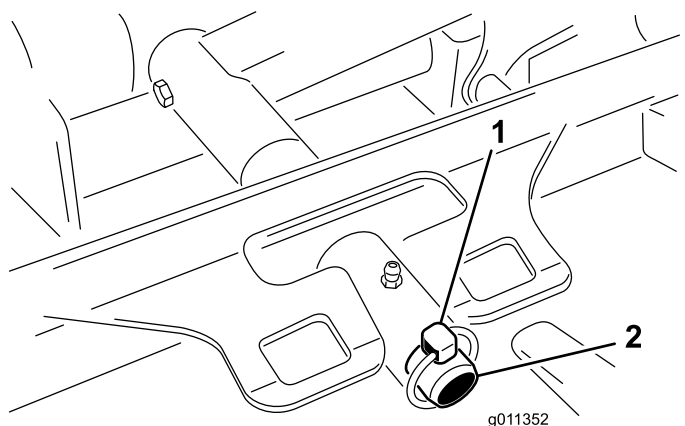

Figura 71
3. Rimuovete l'acciarino (per macchine Groundsmaster 4500) o il dado di fissaggio (per macchine Groundsmaster 4700) che fissa il telaio portante del piatto di taglio al perno orientabile del braccio di sollevamento (Figura 71).
2. Fate scorrere il telaio portante del piatto di taglio sul perno orientabile del braccio di sollevamento (Figura 71). Fissate il piatto di taglio al perno con l'acciarino (per macchine Groundsmaster 4500) o il dado di fissaggio (per macchine Groundsmaster 4700).